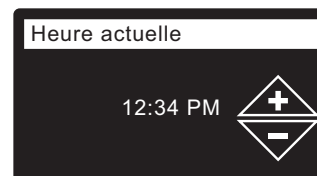

FIG. 21
- HEURE ACTUELLE** Appuyez sur le bouton BAS (▼) ou HAUT (▲) pour régler l'heure (cf. Figure 21). Maintenez le bouton enfoncé pour faire défiler rapidement. Vérifiez que la période indiquée est correcte (AM ou PM). L'horloge sera en format 24 heures si vous avez choisi les unités métriques à l'étape 17.
- Appuyez sur le sélecteur (O).